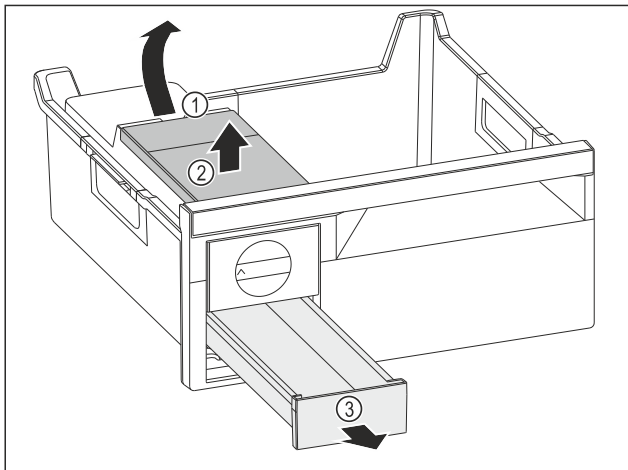

Fig. 110
- ▶ Вийняти бак для води: підняти бак для води за заглиблення Fig. 110 (1).
- ▶ Вийняти бак для води Fig. 110 (2) рухом вгору.
- ▶ Вийняти висувний ящик для кубиків льоду Fig. 110 (3) рухом вперед.